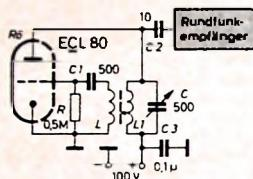

Bild 26. Röhrensender in Meißner-Schaltung
**92** Die sogenannte Meißner-Schaltung nach Bild 26 ist durch eine induktive Rückkopplung gekennzeichnet. Der frequenzbestimmende Schwingkreis besteht aus L1 und C. Im Gitterkreis liegt der Gitterableitwiderstand R, und mit C1 wird die wechselstrommäßige Verbindung zur Rückkopplung
lungsspule L hergestellt. Wir können die Schaltung leicht mit den schon vorhandenen Teilen aufbauen. Wichtig ist wieder die richtige Polung der Rückkopplungsspule, weil der Sender sonst nicht schwingt. Können wir also mit dem über C 2 angeschlossenen Rundfunkempfänger nichts feststellen, so muß entweder L oder L 1 umgepolzt werden. Diese Schaltung verwendet man häufig bei den Oszillatoren von Überlagerungsempfängern, wobei natürlich der Schwingkreis anders bemessen sein muß. Auch für richtige Senderschaltungen eignet sich die Anordnung nach Bild 26 ohne weiteres.